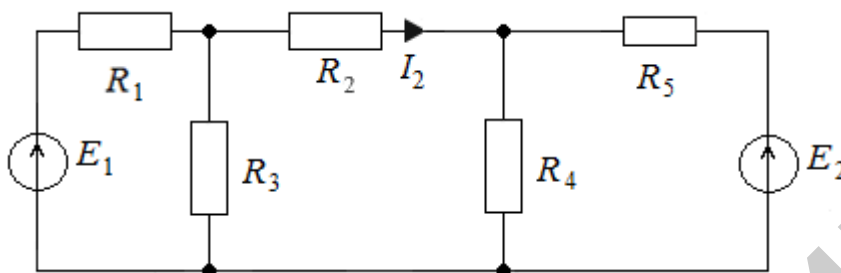

Рис. 142
75. Определить методом эквивалентного генератора ток I_2 в сопротивлении R_2 (рис. 142), если $E_1 = 12$ В; $E_2 = 8$ В; $R_1 = 1$ Ом; $R_2 = 1,1$ Ом; $R_3 = 1$ Ом; $R_4 = 2$ Ом; $R_5 = 3$ Ом.